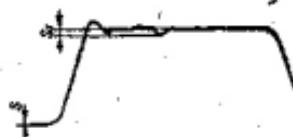

Рис. 8.
Отражения (T) измерьте как отклонения луча по вертикали (выбросы и впадины), вызванные неполным согласованием элементов схемы осциллографа (рис. 8).